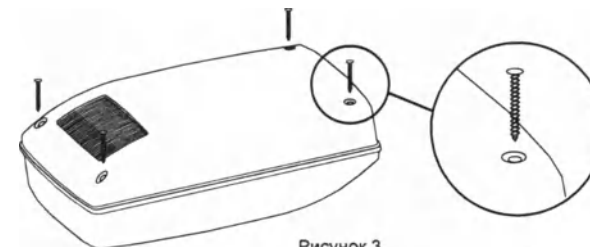

Рисунок 3
- разъединить переднюю и заднюю панели рециркулятора. Для этого вывернуть расположенные на задней стенке корпуса рециркулятора винты, скрепляющие верхнюю и нижнюю части корпуса (рисунок 3).